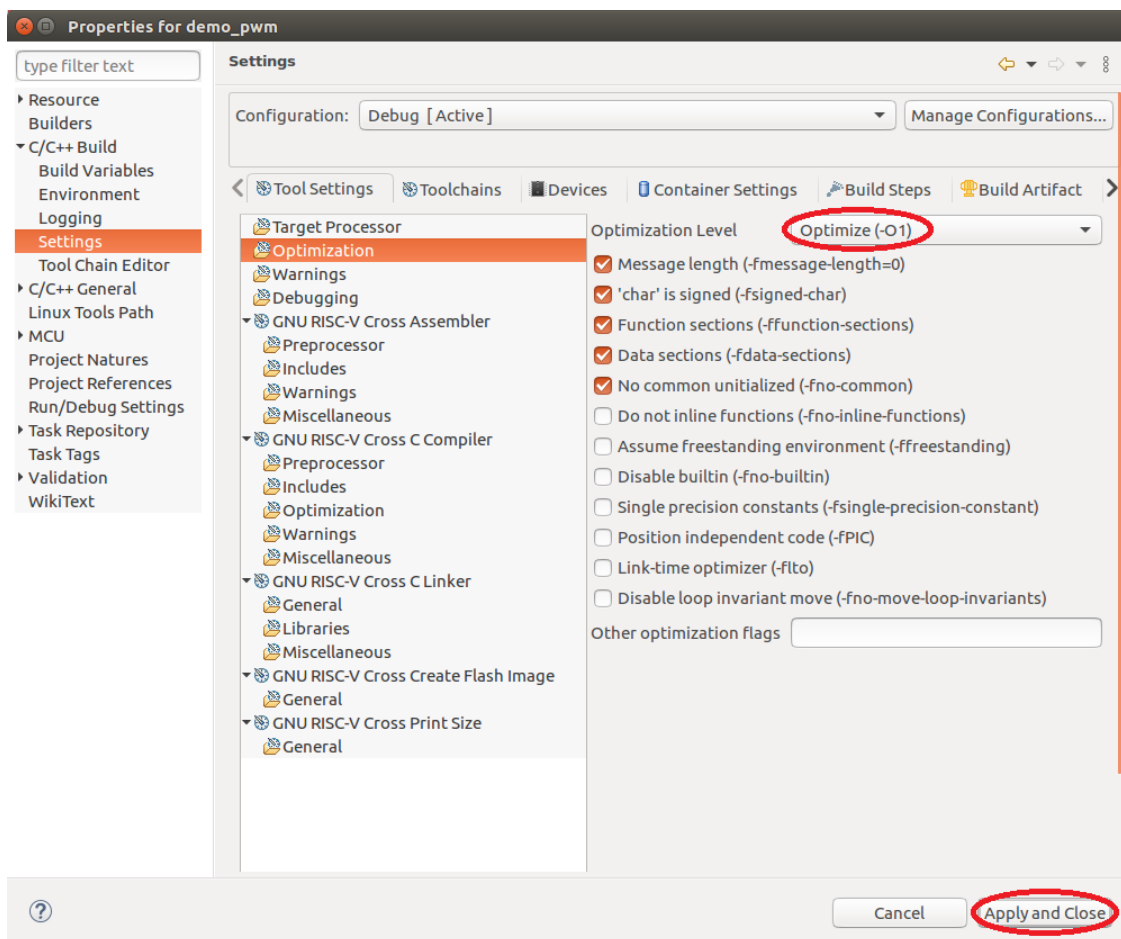

图4.2.12 修改 Optimization level
1. 在 Eclipse 主界面中，选中 demo\_pwm 工程，右键点击 Properties，点击 C/C++ Build 下拉选择 Settings，点击 Tool Settings 选项卡下的 Optimization，修改 Optimization level 为 "Optimize(-O1)"，如图 4.2.12 所示。